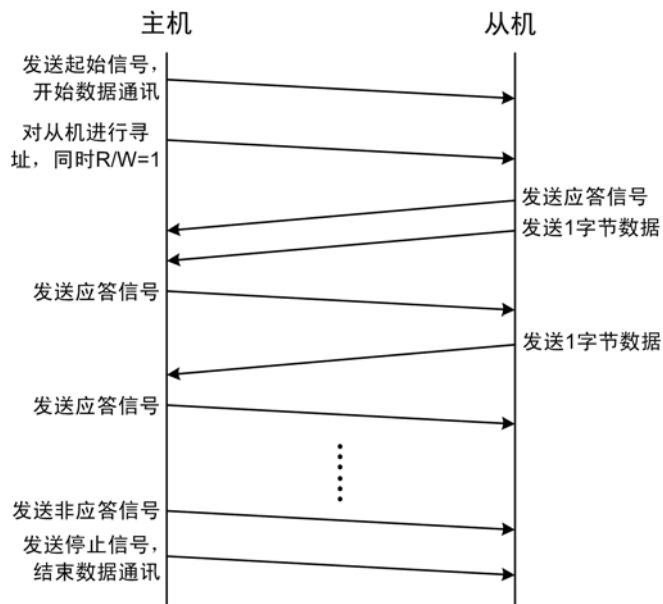

图 4.78 主机读取从机中的数据
- **主机读取从机中的数据:** 主机发送完寻址字节后, 主机立即读取从机中的数据。如图 4.78所示, 寻址字节的“ $R/\overline{W}$ ”位为 1, 在第一次从机产生的响应后, 主机发送器变成主机接收器, 从机接收器变成从机发送器。之后, 数据由从机发送, 主机接收, 每个应答由主机产生, 时钟信号CLK仍由主机产生。若主机要终止本次传输, 则发送一个非应答信号 ($\overline{A}$), 接着主机产生停止信号。